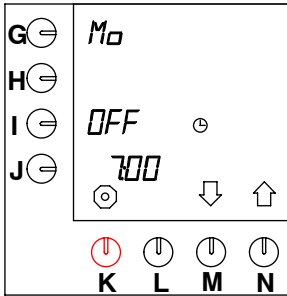

Fig. 33 Preriscaldamento del contenitore
- Sullo schermo viene visualizzato **OFF** nella posizione accanto ai tasti di programmazione (I.) e due contenitore (vedere fig. 33).